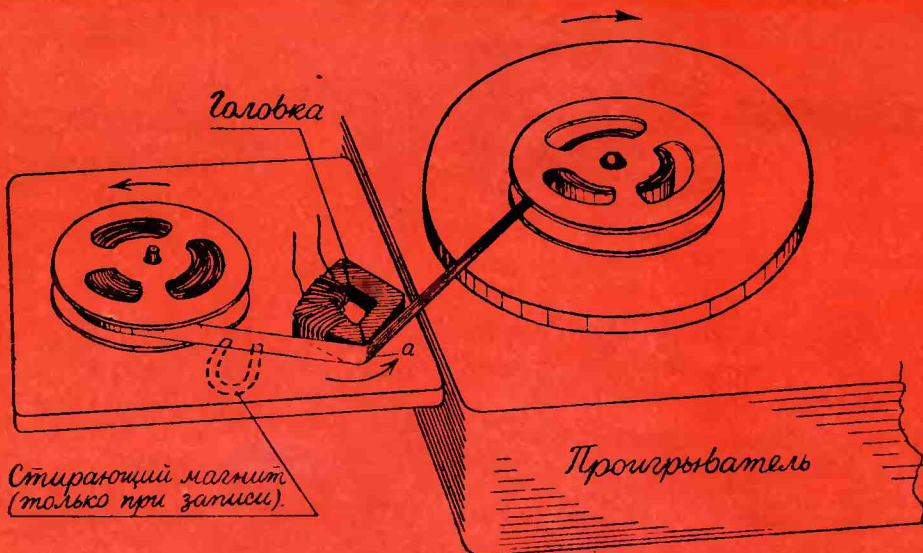

Рис. 5. Схема передвижения ленты.
раемся склеивать ровно, а после того, как клей высохнет, выравняйте их напильником с мелкой насечкой (С). Обернув бумагой одну из половинок сердечника, наматываем на неё как можно больше витков обмоточного провода диаметром 0,15 мм. После этого обе половинки склеиваем (Е), вставляя между ними прокладку из оловянистой фольги: один слой прокладки в щель «а» (см. рис. Е) и 4-6 слоев фольги — в щель «в». Для обеспечения крепости конструкции головки её можно перетянуть медной проволокой диаметром 0,5—1,0 мм (F). И, наконец, нам остается обработать напильником с мелкой насечкой внешние стенки, вдоль которых проходит лента. Участок, где находится прокладка «а», не должен быть шероховатым, так как всевозможные шероховатости и неровности могут порвать или поцарапать ленту (см. рис. 5).
После сборки электрической схемы нашего магнитофона приступаем к монтажу приводного механизма. Его вы видите на рис. 5. Кассету, на которую будем наматывать ленту, устанавливаем на оси диска проигрывателя (78 оборотов в минуту), а вторую кассету, с которой будет разматываться лента, — на карандаше, укрепленном на дощечке соответствующих размеров. Под эту же кассету подкладываем вырезанный из шероховатой ткани кружочек, который будет слегка тормозить кассету. Благодаря этому при передвижении лента хорошо натянется, что необходимо для правильного прилегания её к щели магнитной головки. Обе кассеты должны находиться на одинаковом уровне. При записи (пере-
На рисунке показаны четыре электрических установки (они обозначены цифрами 1, 2, 3, 4). По нашей просьбе художник не закончил проводов, соединяющих отдельные части установки. Вместо проводов он поставил буквы. При решении загадки следует соединить между собой соответствующие буквы каждой установки. Например, если бы была установка № 5, ответ был бы таков: Рис. 5: G—M; I—Q; L—P.